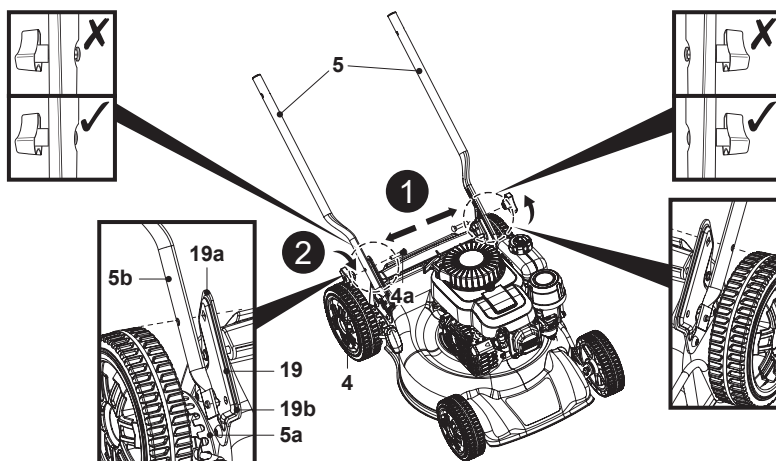

Fig. 1
3. Aligner et engager l'ergot (5a) d'un guidon inférieur (5) dans le trou de positionnement (19b) du support de guidon (19). Maintenir le guidon.
4. Aligner et faire passer un boulon de fixation (M8 x 35) (4a) dans les trous de montage (19a, 5b) du support de guidon (19) et du guidon inférieur (5) jusqu'en butée, puis fixer le bouton de verrouillage (4) (Fig. 1, étape 1).
5. Fixer le guidon en vissant le bouton de verrouillage (4) dans le sens horaire sur le filetage du boulon de fixation (M8 x 35) (4a) (Fig. 1, étape 2).
6. Répéter les étapes ci-dessus sur l'autre guidon inférieur (5).
7. S'assurer que le câble de frein (22) passe sur la partie supérieure du guidon inférieur (5).